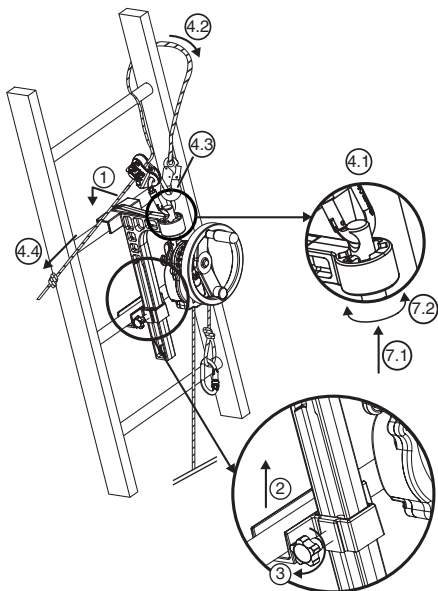

Fig. 6
6.3.2. derope™ UP B apparat (Fig. 6)
1. Installer den store konsol, der kan fastlåses på stigen trin, i den valgte position for at foretage redningsaktionen over den person, der skal evakueres (Fig. 6, 1).
2. Før blokeringsklodsen op til det trin, der er lige under trinnet, hvor den store konsol er sat fast (Fig. 6, 2).
3. Fastspænd klodsens blokeringsakse ved hjælp af fastspændingshåndtaget på siden af konsollen (Fig. 6, 3).
- Fastgør forbindelsesledet til justeringsanordningen LCM 05 i hullet øverst på tilkoblingsaksen (Fig. 6, 4.1).
- Før sikringslinen omkring det trin på stigen, som ligger umiddelbart ovenover konsollen, ved at føre den omkring en af stigenes vanger (Fig. 6, 4.2).
- Kobl sikringslinens forbindelsesled sammen med forbindelsesledet på indstillingsanordningen LCM 05 (Fig. 6, 4.3).
- Stram sikringslinen ved at trække på den frie streng (Fig. 6, 4.4).
7. Vend derope™ apparat efter behov ved at ændre tilkoblingsaksens position i indekseringsanordningen (Fig. 6, 7.1 – 7.2).